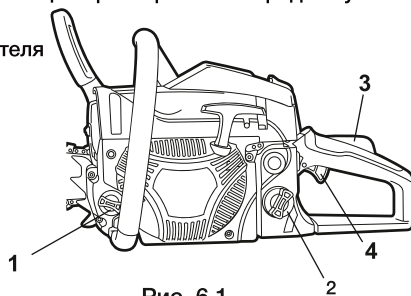

Рис. 6.1
1. Откройте крышку масляного бака 1 (рис. 6.1)
2. Залейте в специальное отверстие 1, расположенное на кончике шины рядом с шестеренкой (рис. 6.1).
1. Откройте крышку топливного бака (рис. 6.1 поз. 2).
12. Нажмите и удерживайте стопор рычага газа 3 (рис. 6.1)
13. Нажмите на рычаг газа 4 и приступайте к пилению (рис.6.1)